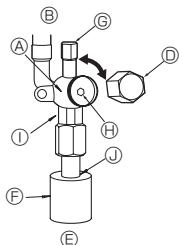

Fig. 4-5
- (1) Gas/vätskesida på ZM71 (Fig. 4-5)
- ① Ta bort kåpan och vrid ventilstången motsols så långt det går med en 4 mm sexkantsnyckel. Sluta när den når stoppet.